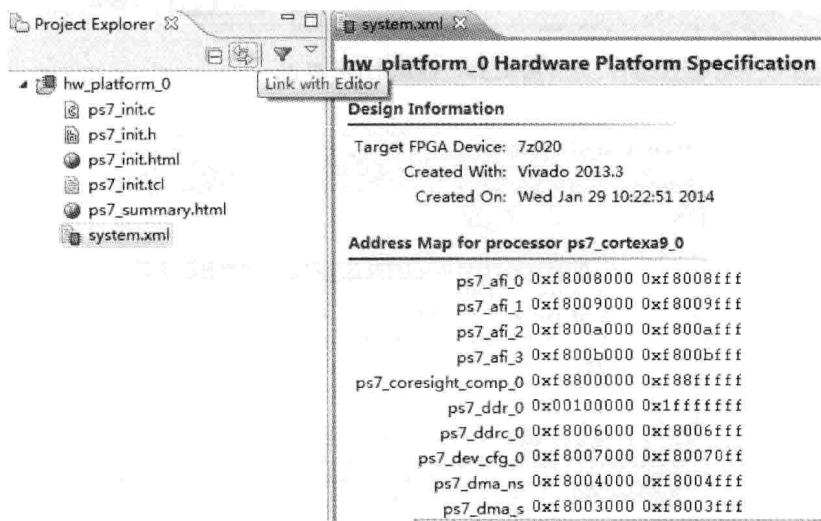

图 4.22 打开 SDK 主界面
- (9) 单击 OK 按钮。
- (10) 出现 Save Project 对话框界面。
- (11) 单击 Save 按钮。
- (12) 如图 4.22 所示,自动打开 SDK 工具。从图中可以看到在 Project Explorer 窗口下,创建了 hw\_platform\_0 目录,该目录下保存着硬件平台信息和初始化文件。在右侧窗口界面中,自动打开 system.xml 文件。在 xml 文件中,可以找到工程硬件配置的基本信息。同时,给出了 PS 系统的地址映射和驱动信息。